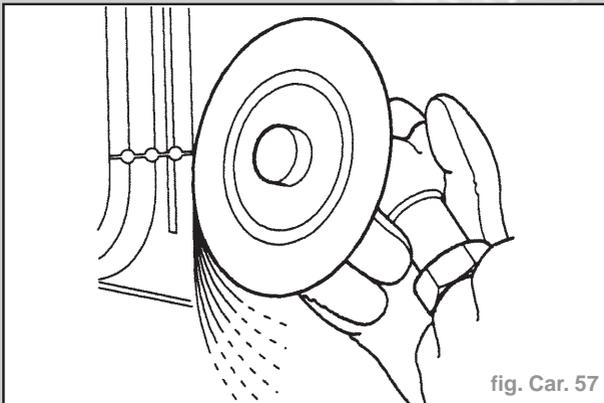

fig. Car. 57
- Dresser les pointes soudées d'assemblage MIG avec une ponceuse à disque de qualité 36 ou une ponceuse à bande si l'accès est malaisé (Fig. Car. 57).